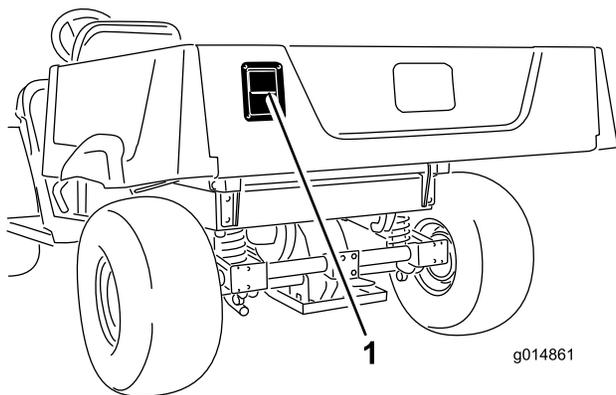

Figura 16
- Para abrir a porta traseira, puxe e eleve o fecho e, em seguida, lentamente baixe a porta traseira (Figura 16).